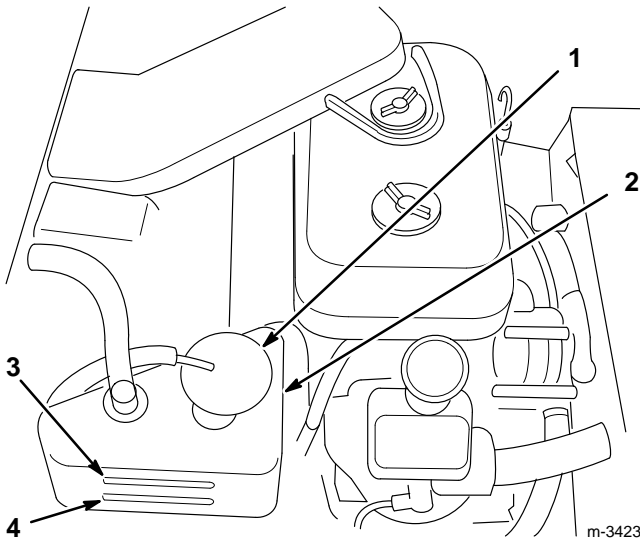

Abbildung 6
3. Den Kühlmittelstand kontrollieren. Das Kühlmittel sollte zwischen den beiden Linien am Reservetank stehen, wenn der Motor kalt ist (Abb. 6).